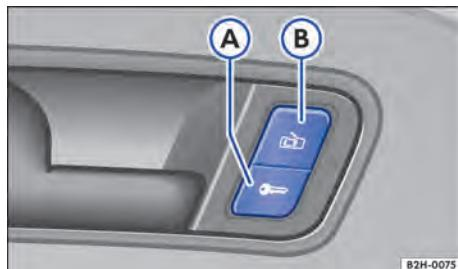

Fig. 20 Na porta do condutor: botão do travamento central.
Dependendo do veículo, o veículo pode travar-se automaticamente a partir de uma velocidade de aproximadamente 15 km/h (10 mph). Se o veículo estiver travado, a luz de controle  acende-se em amarelo no botão do travamento central → Fig. 20 .
Legenda para Fig. 20:
- A luz de controle  no botão se acende → Fig. 20.